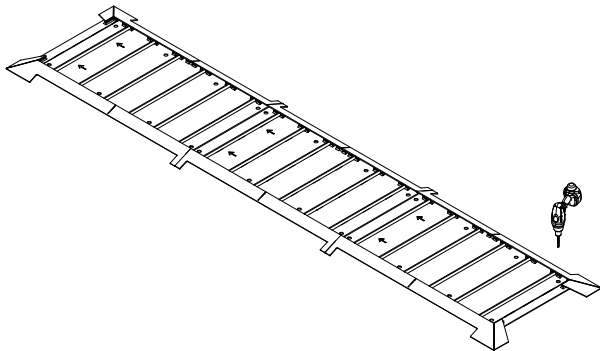

Figure 26
1. Percer deux (2) trous dans des coins adjacents de la plaque de roulage, puis poser (2) boulons d'ancrage dans ces trous percés pour maintenir les plaques en place. Voir **figures 26 et 27**.